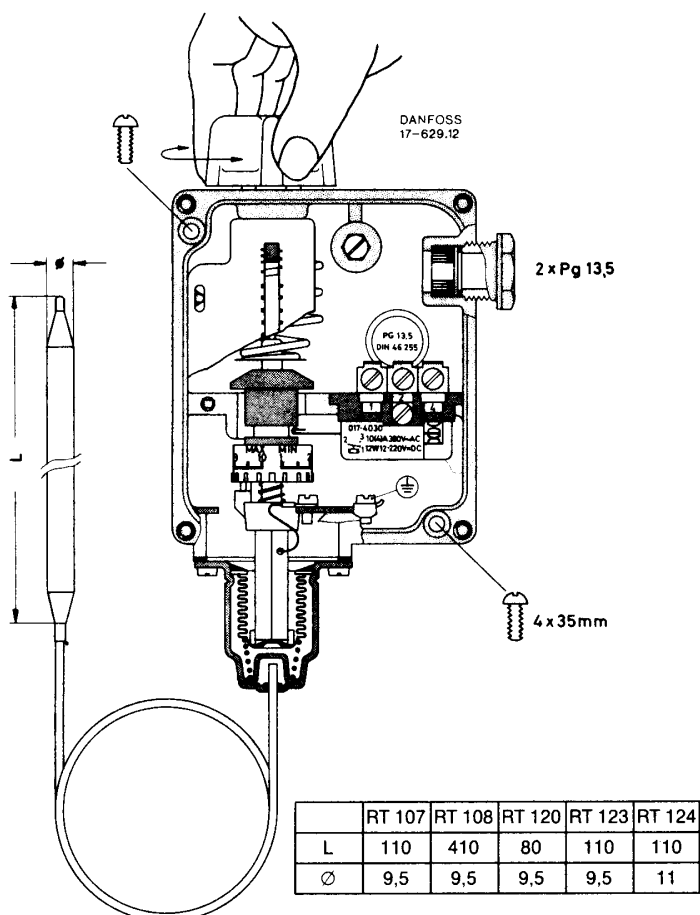

Fig. 5
2.5.2 TERMOSTAT DANFOSS RT 124 (Fig. 5)